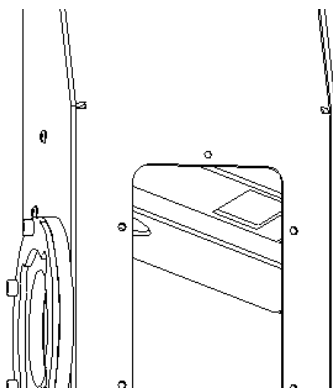

Figura 52 – Deflectores de Fumaça no interior da caixa de fumaça
- No interior da caixa de fumaça (Figura 52) é possível verificar duas chapas deflectoras de fumaça que necessitam de ser removidas para garantir a correta manutenção da chaminé.